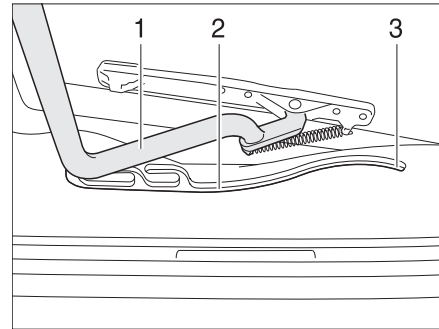

Bild 45 Heki-taklucka, spår
- Dra in bygel (Bild 45,1) i spåren (Bild 45,2) till den bakersta positionen (Bild 45,3).
- Tryck bygel (Bild 45,1) lätt uppåt med båda händerna.
- Drag bygel till önskad position i spåret (Bild 45,2).